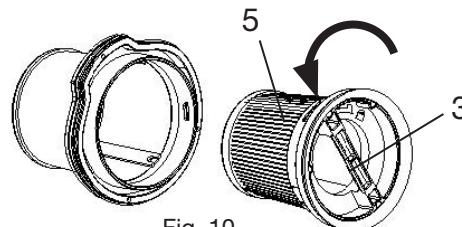

Fig. 10
Verwijder het Hepafilter (5) (fig. 10) van het filterblok door het lipje (3) tegen de klok in te draaien richting het symbool (ontgrendelen) om het te verwijderen (fig. 10).